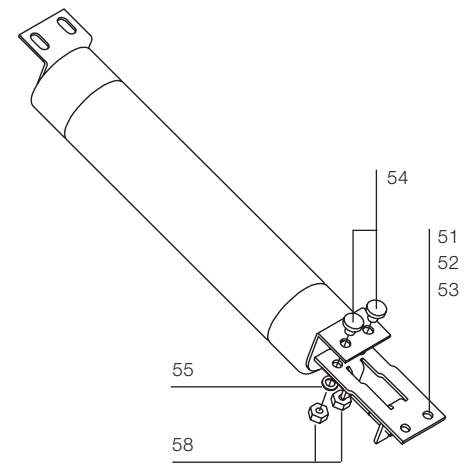

Fig. 20a
a) Montage des adaptateurs (fig. 20a)